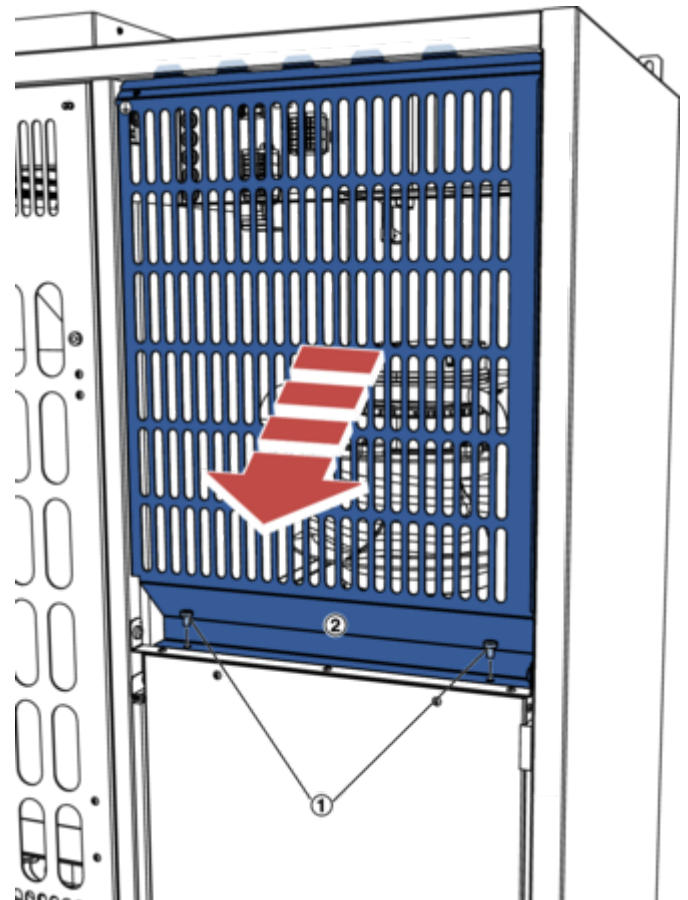

Abb. 11: Schutzgitter demontieren
- 5 ▶ Schrauben (Abb. 11 /1) lösen und Gitter (Abb. 11 /2) vorsichtig nach vorne-unten herausziehen. Erdungsstecker am Gitter lösen (⚡).